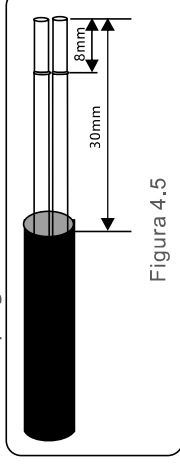

Figura 4.5
a. Descasque o isolamento e a blindagem em um comprimento adequado. Use o diagrama abaixo como guia. (consulte a Figura 4.5).